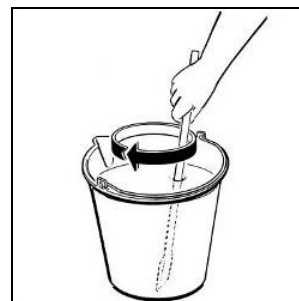

Fig. 23
- Diluer et mélanger, dans un récipient à part, le produit avec de l'eau ou du lait selon les instructions du fabricant (voir figure 23).